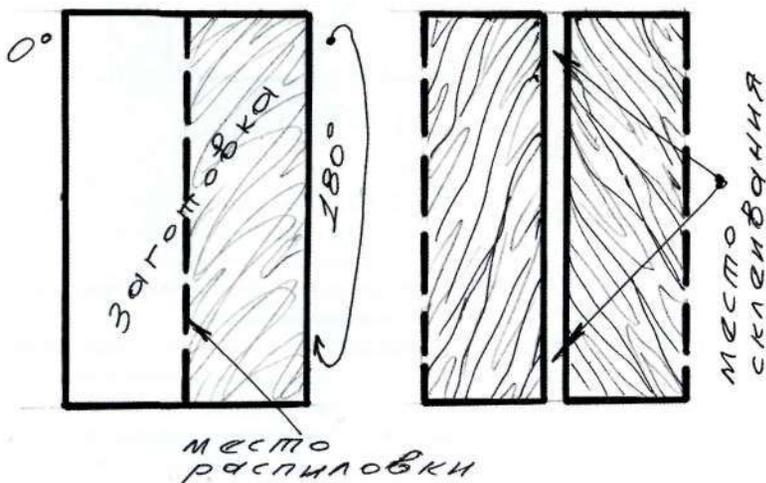

Рис. 5.19. Схема раскладки дерева при работе над ножами (вид с торца заготовок)
1. Заготовка с габаритными размерами большими, чем показано на эскизе по длине и ширине на 10 мм, а по толщине на 7 мм, распиливается на две одинаковые части. Для того чтобы после склеивания и олифочки ножи не повело (не покорило), необходимо сделать два поворота дерева, то есть одну из пластин повернуть на 180° относительно другой и развернуть место распила во внешнюю сторону ножен (рис. 5.19).